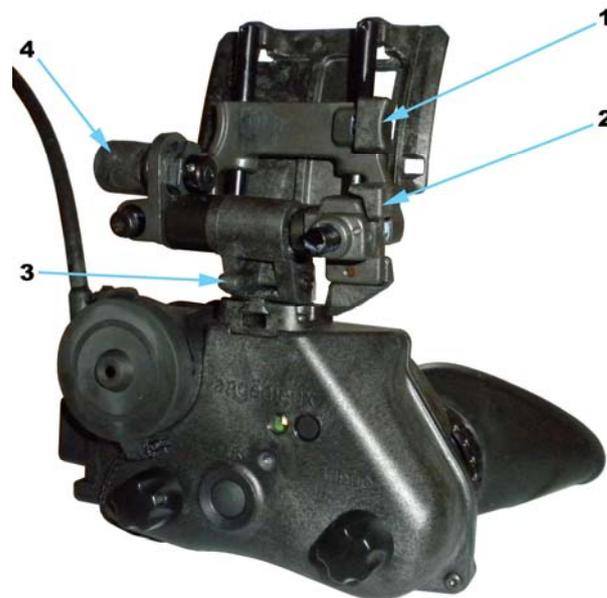

Fig. 13-3 : Points de réglages du système d'escamotage
- Appuyer sur le bouton poussoir (1, Fig. 13-3) et régler la JVN vers le haut ou le bas jusqu'à ce que la position de l'oculaire soit au même niveau que celui de l'œil.
- Appuyer sur le bouton poussoir (2, Fig. 13-3) et ajuster la position d'avant en arrière jusqu'à avoir une vision confortable.
- Ajuster l'inclinaison de la JVN et la pression des œillères par rotation du levier (4, Fig. 13-3). L'œillère doit être appliquée contre le visage pour assurer une furtivité correcte.
- Pivoter la JVN en position basse par rotation du levier (4, Fig. 13-3). La JVN est mise sous tension automatiquement et passe en mode par défaut de la JVN : **V**ision **N**octurne **I**ncrustée (VNI), la vision nocturne ainsi que l'affichage du bureau de l'IHM GV sont actifs.